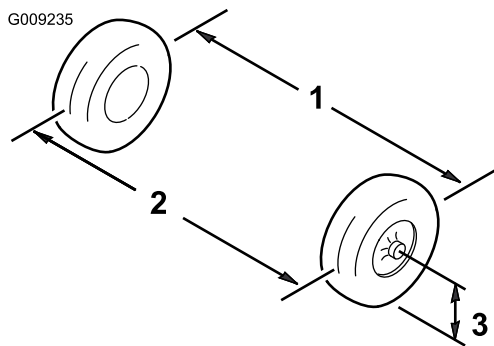

Figura 62
6. Mida la distancia entre los neumáticos delanteros a la altura del eje, en la parte delantera y trasera de las ruedas (Figura 62).